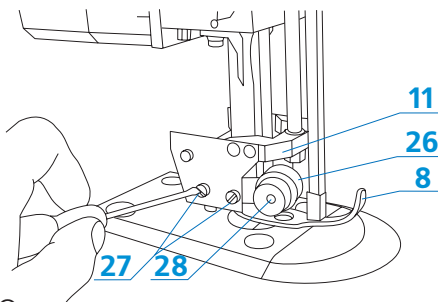

Рис. 12 - Откручивание плеча заточного устройства
В результате эксплуатации заточного устройства (11) заточный камень изнашивается. При неровной рабочей поверхности камня, а также малой эффективности затачивания, заменить заточный камень (26). Демонтаж, замена камня и регулирование плеча заточного устройства показаны на рис. 12, 13, 14, 15.
- после заблокирования заточного камня (26) открутить винт (29),
- собрать плечо (28) с заточным камнем (26) в заточном устройстве, не затягивая окончательно винты (27) (рис. 12).
- закрутить два винта (27) (рис. 12),
- поднять в верхнее положение заточное устройство (11) и передвинуть блокирующую задвижку.